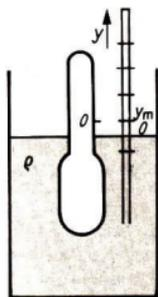

Bild 53
- 10.10 Ein Aräometer mit der Masse m und dem oberen Spindelquerschnitt A schwimmt, wie Bild 53 zeigt, in einer Flüssigkeit der Dichte ρ . Es wird um eine kleine Strecke von $y = 0$ bis $y = y_m$ angehoben und zum Zeitpunkt $t = 0$ losgelassen. Danach schwingt es vertikal um die Ruhelage. Der Einfluß der Reibung und der Bewegung der Flüssigkeitsoberfläche kann vernachlässigt werden. Ermitteln Sie das Weg-Zeit-Gesetz und die Periodendauer der Bewegung. Begründen Sie qualitativ, wie sich das Weg-Zeit-Gesetz bei Berücksichtigung der Reibung ändert.